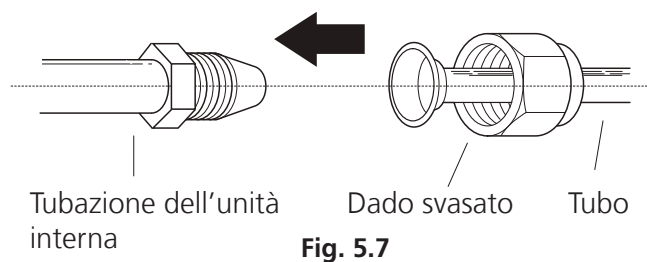

Fig. 5.7
1. Allineare il centro dei due tubi da collegare. Vedere la Fig. 5.7.